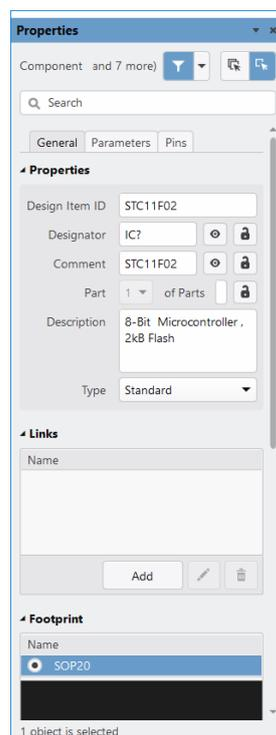

图 5-16 Component 属性面板
(9) 单击【SCH Library】面板上的 **编辑** 按钮，则系统弹出 Component 【Properties】属性面板，如图 5-16 所示。